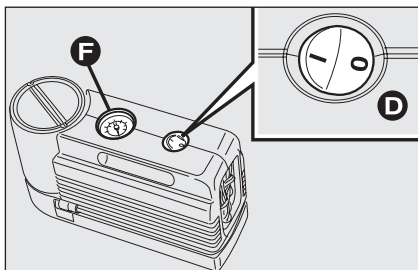
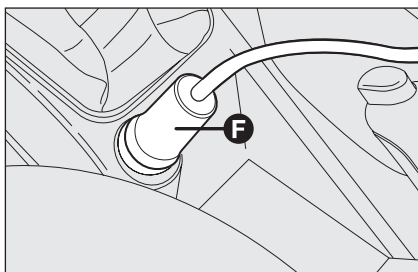

fig. 10
fig. 11
- asegúrese de que el interruptor **D-fig. 10** del compresor esté en posición **0** (apagado), ponga en marcha el motor, conecte el enchufe **E-fig. 11** en la toma de corriente más cercana y accione el compresor llevando el interruptor **D-fig. 10** a la posición **I** (encendido). Infle el neumático con la presión indicada en el párrafo “Presiones de inflado” del capítulo “Datos técnicos”.
Para obtener una lectura más precisa, se recomienda controlar los valores de la presión en el manómetro **F-fig. 10** con el compresor apagado;